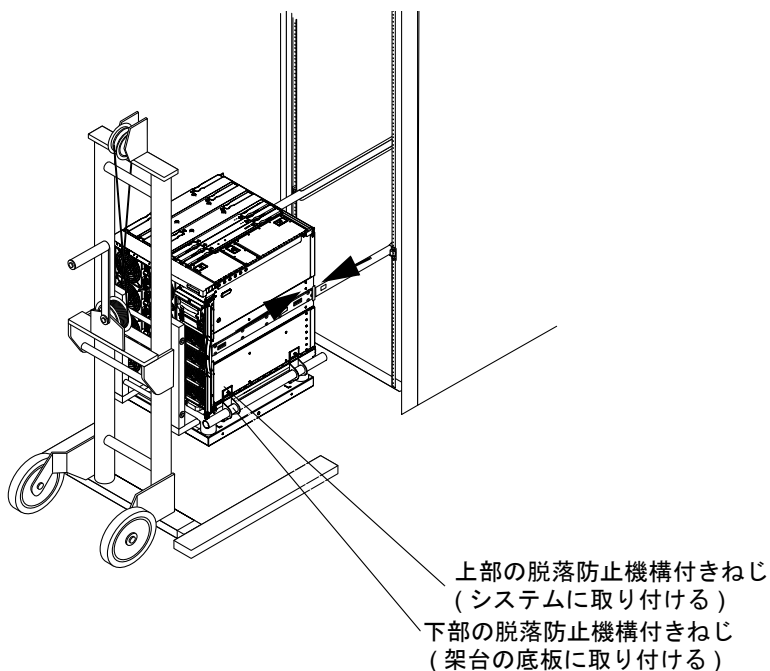

図 3-9 脱落防止機構付きねじの固定
8. 架台のハンドルがシステムの側面に触れるまで、ハンドルを内側にスライドさせます。8本の脱落防止機構付きねじをすべて締めます(図3-9)。
5. リフターでシステムの重量を支えながら、キャビネットの外部スライドの高さまでシステムを持ち上げます (図 3-9)。
6. システムのスライドがキャビネットの外部スライドに完全にかみ合うまで、リフターを前方に慎重に移動させます (図 3-9)。
7. リフターでシステムの重量を支えながら、8本の脱落防止機構付きねじをすべて緩めます (図 3-9)。